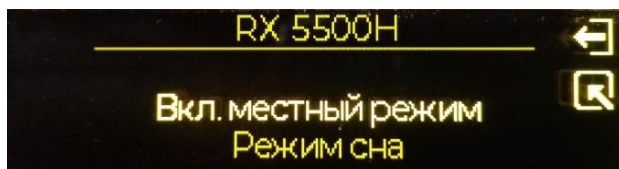

Рисунок 16 – Выбор в общем меню пункта «Вкл. местный режим»
2.4.4.4 Для ввода изделия в местный режим управления необходимо однократно нажать кнопку «» и с помощью манипулятора выбрать «Вкл. местный режим» (см. рисунок 16).